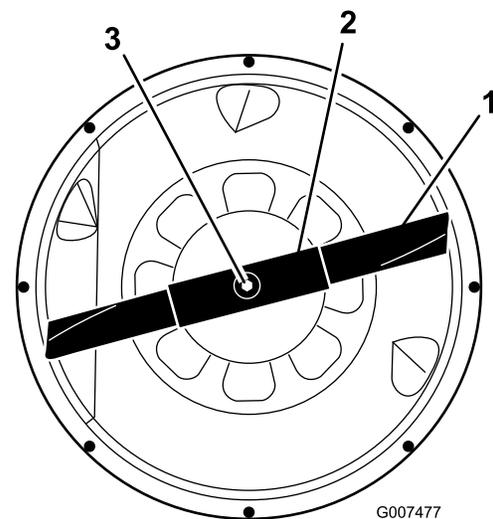

Bild 32
6. Halten Sie das Ende des Messers mit einem stark wattierten Handschuh oder wickeln Sie einen Lappen um es herum. Entfernen Sie die Messerschraube, die Wellenscheibe, die Messerverstärkung und das Schnittmesser (Bild 32). Sie können einen Holzklötzchen zwischen das Schnittmesser und das Mähwerk keilen, um das Schnittmesser beim Entfernen der Schraube zu blockieren.
1. Bauen Sie das Messer, die Messerverstärkung, die Wellenscheibe und die Messerschraube ein (Bild 32).